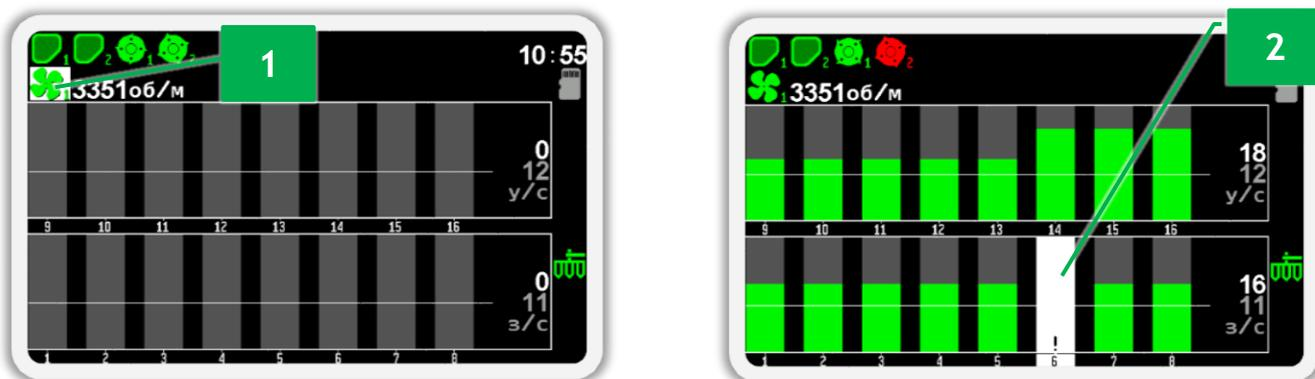

Рисунок 21 Пример выбранных датчиков: 1 - выбран датчик контроля вентилятора, 2 - выбран датчик высева №11 (белый фон у номера датчика)
2. Нажимайте кнопку  «Вниз» (или  «Вверх») до тех пор, пока не выберите снятый с контроля датчик. Примеры выбранных датчиков изображены на Рисунок 21.